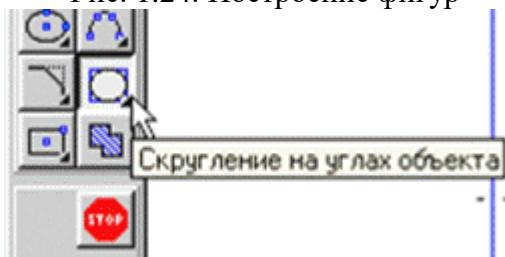
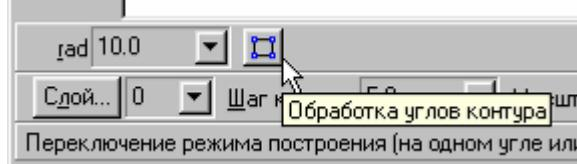

Рис. 1.25. Панель скругление
Рис. 1.26 Панель свойств скругления
**Скругление на углах объекта**, воспользовавшись Панелью расширенных команд, рис. 1.25. Установите радиус скругления равный 10 мм и включите кнопку **Обработка углов контура** на всех четырех углах, рис. 1.26. После установки параметров скруглений щелкните мышью на любой из сторон построенного прямоугольника.